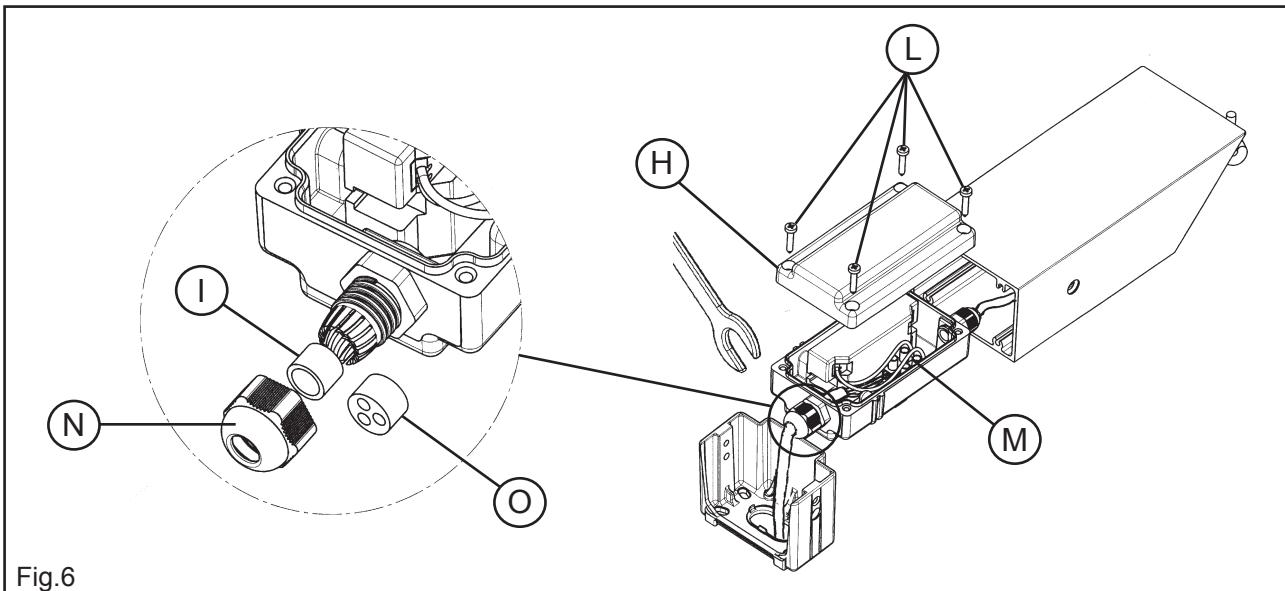

Fig.6
I Fig.6 Aprire il coperchio (H) svitando le 4 viti (L); fare passare il cavo di alimentazione attraverso il pressacavo (N) della scatola di alimentazione; per effettuare tale operazione è necessario svitare il pressacavo, far passare il cavo di alimentazione, quindi riavvitarlo serrandolo con una chiave esagonale n 19; qualora l'installazione preveda l'utilizzo di cavi di alimentazione singoli anzichè del cavo multipolare è necessario sostituire la guarnizione (I) del pressacavo con la guarnizione (O) fornita in dotazione agendo come da sequenza riportata in figura 6b. Effettuare la connessione elettrica nella mosettiera (M), montare il coperchio (H) con le 4 viti (L).
GB Fig.6 Dismantle the cover (H) by loosening the 4 screws (L); Make the feed cable pass through the cable-clamp (N) of the feed box. To carry out this operation, it is necessary to unscrew the cable-clamp, make the feed cable pass through and screw it back by fastening it with an hexagonal spanner n 19. Should the installation have to be carried out with the use of single feed cables instead of a multicore cable, it will be necessary to replace the gasket (I) of the cable-clamp with the gasket (O) that comes supplied, operating according to the sequence shown in fig. 6b. Carry out the electric connection in the terminal board (M), assemble the cover (H) with the 4 screws (L).
D Abb.6 Deckel (H) durch Aufschrauben der 4 Schrauben (L) abmontieren ;Versorgungskabel durch die Kabelpresse (N) der Versorgungsdoose führen; dazu muss die Kabelpresse aufgeschraubt, das Versorgungskabel hindurchgeführt, und dann wieder zugeschraubt werden, indem die Schrauben mit einem Sechskantschlüssel Nr. 19 festgezogen werden; falls die Installation die Benutzung von einzelnen Versorgungskabeln anstatt des mehrpoligen Kabels vorsieht, muss die Dichtung (I) der Kabelpresse durch die mitgelieferte Dichtung (O) ersetzt werden, indem die in der Abbildung 6b dargestellte Reihenfolge zu beachten ist; elektrische Anschlüsse im Klemmenbrett (M) ausführen, Deckel (H) mit den 4 Schrauben (L) montieren.
F Fig.6 Démonter le couvercle (H) en dévissant les 4 vis (L); faire passer la câble d'alimentation à travers le presse câble (N) de la boîte d'alimentation ; pour effectuer cette opération, il faut dévisser le presse câble, faire passer le câble d'alimentation et le revisser en le serrant avec une clef pour vis à six pans creux n.19; si l'installation prévoit l'utilisation de câbles d'alimentation simples au lieu du câble multipolaire, il faut substituer le joint (I) du presse câble avec le joint (O) fourni, en procédant comme sur la séquence reportée sur la figure 6b ; Effectuer la connexion électrique dans le serre-câbles (M), monter le couvercle (H) avec les 4 vis (L).
E Fig.6 Desmontar la tapa (H) desatornillando los 4 tornillos (L); hacer pasar el cable de alimentación a través del pasacable (N) de la caja de alimentación; para efectuar esta operación es necesario desenroscar el pasacable, hacer pasar el cable de alimentación, luego volver a enroscarlo apretándolo con una llave hexagonal n.19; en el caso de que la instalación prevea el uso de un cables de alimentación simples en vez de un cable multipolar es necesario sustituir la guarición (I) del pasacable por la guarnición (O) en dotación siguiendo las indicaciones de la secuencia de la fig. 6b; Efectuar la conexión eléctrica en la regleta de conexiones (M), montar la tapa (H) con los 4 tornillos (L).
P Fig.6 Desmontar a tampa (H) desaparafusando os 4 parafusos (L); passar o cabo de alimentação através do passa-fio (N) da caixa de alimentação; para efectuar tal operação é necessário desaparafusar o passa-fio, passar o cabo de alimentação, depois apurar novamente apertando com uma chave hexagonal n.19; se a instalação prevê o uso de cabos de alimentação únicos invés de cabos multicondutores é necessário substituir a guarnição (I) do passa fios com a guarnição (O) fornecida em dotação, seguindo a sequencia indicada na figura 6b; Efectuar a conexão eléctrica na placa de bornes (M), montar a tampa (H) com os 4 parafusos (L).
Рис.6 Снять крышку (Н), отвинчивая 4 винта (Л); Провести кабель питания через кабельный зажим (Н) коробки питания; для выполнения данной операции необходимо отвинтить кабельный зажим, провести кабель питания, затем вновь завинтить его, затягивая шестигранным ключом № 24; если установка предусматривает использование отдельных кабелей питания вместо многополюсного, необходимо заменить прокладку (I) кабельного зажима на прокладку (О), предоставляемую в принадлежностях, действуя в последовательности, приведенной на рисунке 6б; Выполнить электрическое соединение в клеммной колодке (М), монтировать крышку (Н) при помощи 4 винтов (Л).